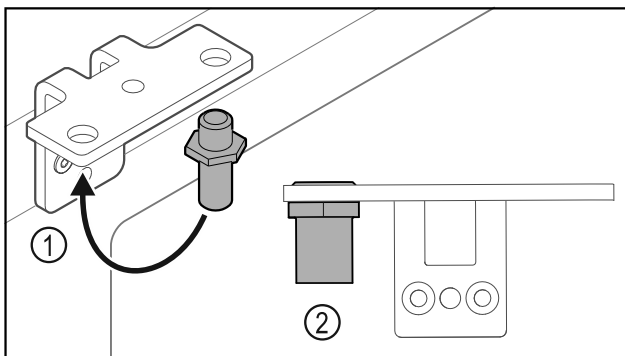

Fig. 17
- ▶ Perkelkite kaištį Fig. 17 (1) šarnyriniame kampuočiuje.
- ▶ Priveržkite kaištį Fig. 17 (2) **12 Nm** sukimo momentu.